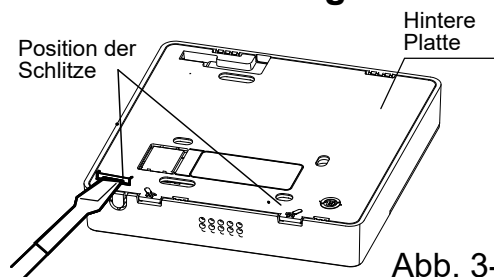

Abb. 3-2
- Gehen Sie mit einem Schraubenzieher in die Schlitzes des unteren Teils der Kabelfernbedienung (2 Stelle) und entfernen Sie den oberen Teil der Kabelfernbedienung (Abb. 3-2)